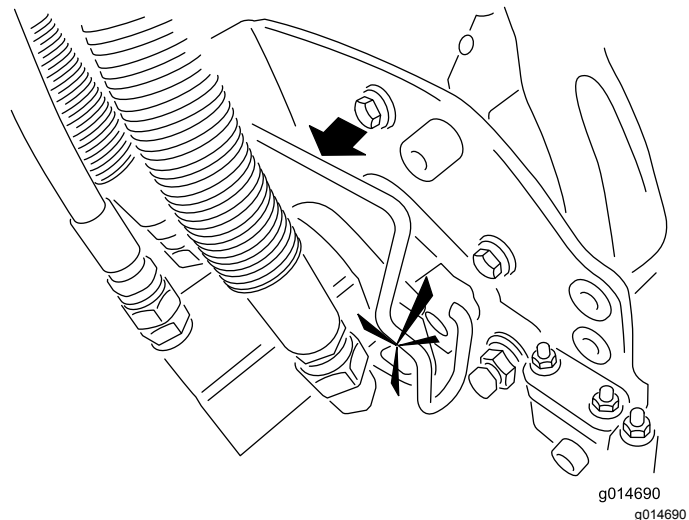

Figure 44
- 5. Enduisez de graisse propre l'arbre cannelé du moteur de plateau de coupe (Figure 44).
- 6. Insérez le moteur dans le côté gauche du plateau de coupe (vu de la position de l'utilisateur) et tirez la barre de retenue du moteur située sur le plateau de coupe vers le moteur jusqu'à ce qu'un déclic soit entendu des deux côtés du moteur (Figure 44).